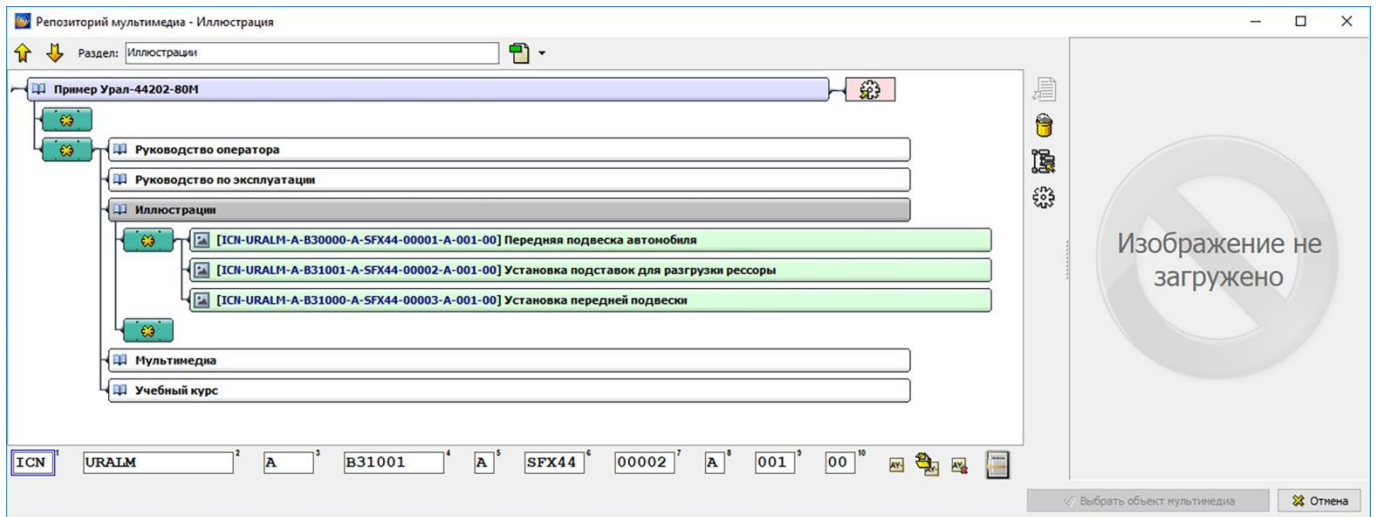

Рисунок 394
1) Выберите инструмент **Обновить данные из репозитория** на **Панели инструментов для листов**. После этого появится окно **Репозиторий мультимедиа – Иллюстрация** (рисунок 394).